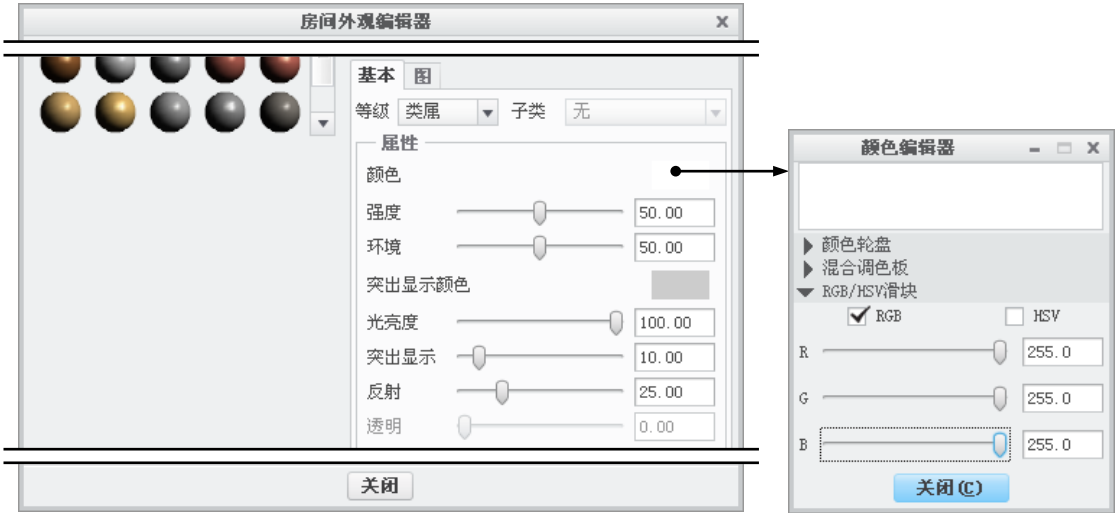

图 7.6.14 设置墙壁颜色
(2) 在“房间外观编辑器”对话框的基本选项卡中对各项参数进行设置（图 7.6.14），然后在加亮颜色区域中将反射值设置为25，单击关闭按钮。